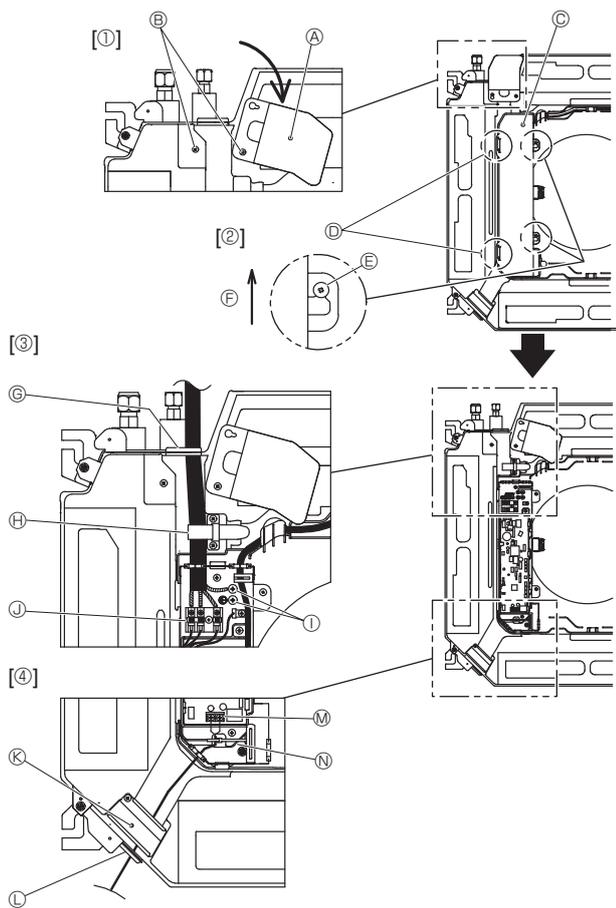

Fig. 6-1
6.1. Binnenapparaat (Fig. 6-1)
1. Maak de twee schroeven los waarmee het servicepaneel voor elektrische aansluiting vastzit en draai vervolgens het servicepaneel voor elektrische aansluiting. [Fig. 6-1 ①]
2. Verwijder de twee schroeven waarmee de afdekking van de elektrische contactdoos vastzit en schuif de afdekking van de elektrische contactdoos opzij. [Fig. 6-1 ②]
3. Haal de elektriciteitskabel, de verbindingkabel tussen het binnen-/buitenapparaat en de aardingskabel door de respectieve bedradingsingangen volgens het schema. [Fig. 6-1 ③]
4. Leid en verbind de afstandsbedieningskabel via de bedradingsingangen volgens het schema. [Fig. 6-1 ④, Fig. 6-3]